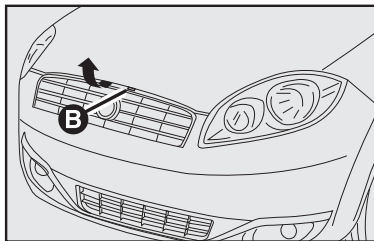

fig. 91
2) Puxar a trava **B-fig. 91** localizada acima da grade frontal sob o capô. Como indicado pela seta.